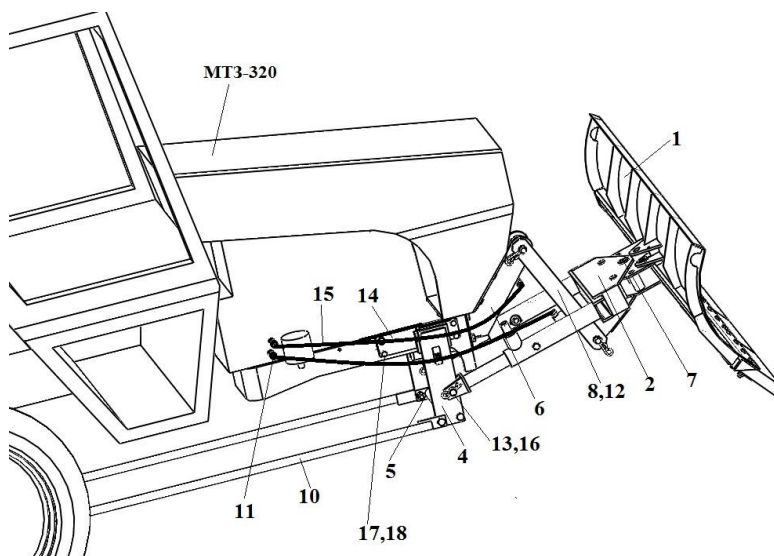

Рис.3 КО320-2,0
2.7 Устройство и работа оборудования КО320-2,0 и КО320-2, 0.ГП с гидроповоротом (рис.3,4)
Плужное оборудование (рис.3,4) состоит из:
2.8.9 Для отвала без гидроповорота (рис.3) полости гидроцилиндра соединить с гидросистемой трактора при помощи двух РВД L=1,4м (15) и переходником (11) (П320.10.000).